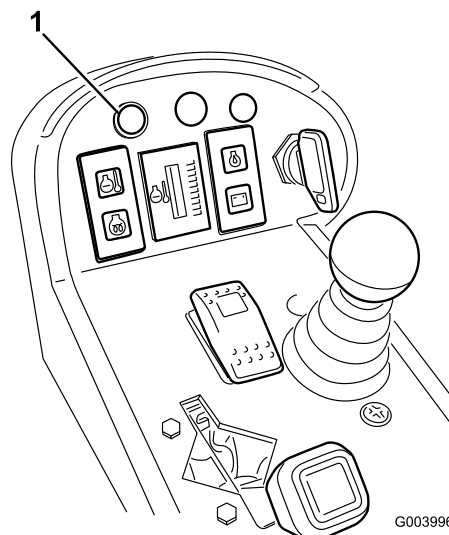

Figure 39
3. Déposez et remplacez le filtre (Figure 39).